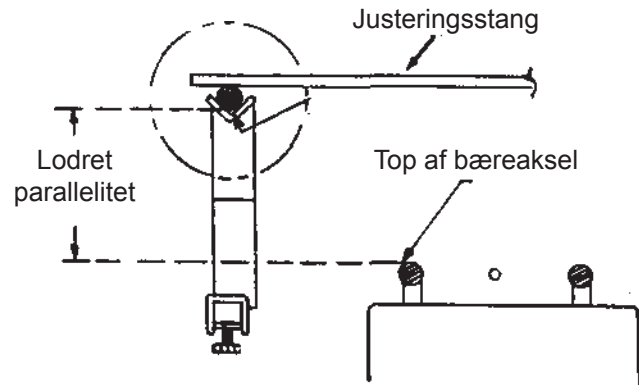

Fig. 43
- B. Hæv indikatorglidestøbningen på den lodrette støtte, så indikatorstangen kan forlænges over cylinderens midteraksel. Se fig. 43 og 44.